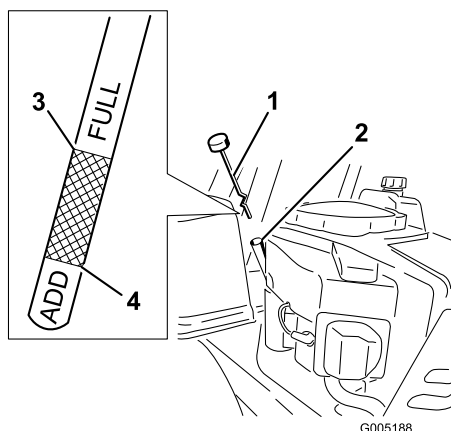

Figure 28
4. Dévissez et retirez la jauge ; essuyez-la sur un chiffon (Figure 28). Réintroduisez la jauge dans le tube jusqu'à ce que le capuchon repose sur le tube. Ne vissez pas le capuchon sur le tube.
8. Enlevez le bouchon de remplissage/la jauge (Figure 28).
14. Versez avec précaution environ 80 % de la quantité d'huile spécifiée dans le goulot de remplissage (Figure 28)
15. Remettez le bouchon de remplissage/la jauge en place (Figure 28).
16. Vérifiez le niveau d'huile (Figure 28) (voir Contrôle du niveau d'huile).
18. Remettez le bouchon de remplissage/la jauge et serrez à fond (Figure 28).